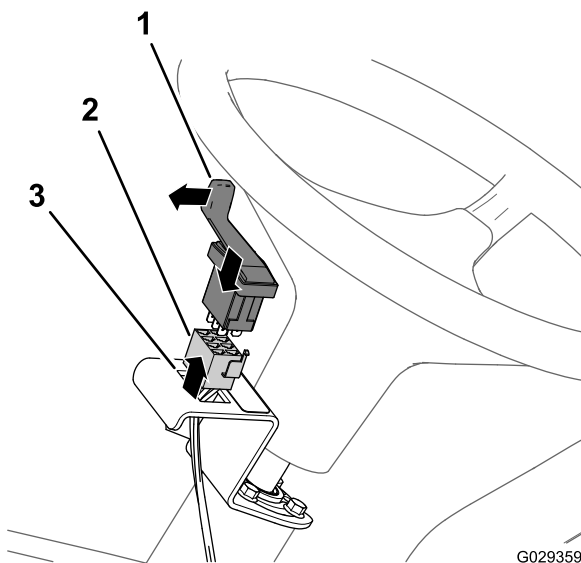

Bild 26
4. Befestigen Sie den Schalter in der Halterung und drücken Sie auf den Schalter, bis er in der Öffnung einrastet (Bild 26).